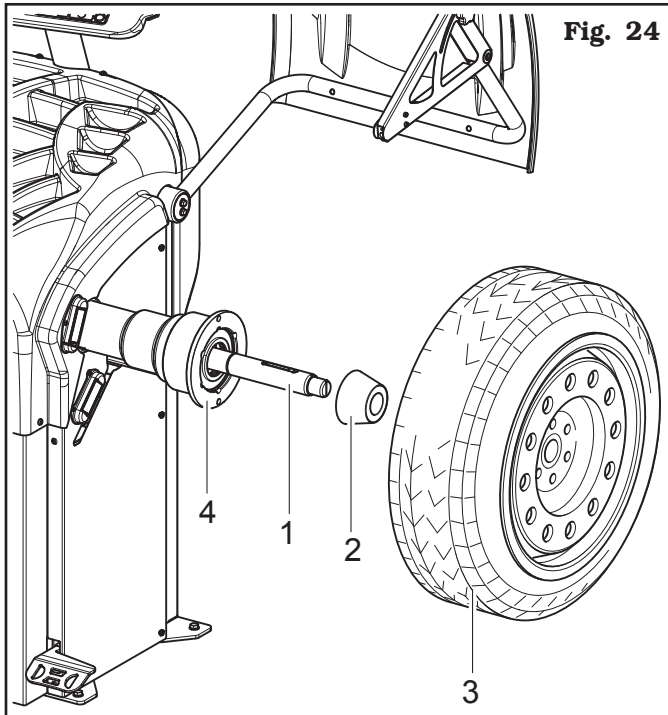

Fig. 24
1. Quitar de la rueda (Fig. 24 ref. 3) toda clase de cuerpos extraños: pesos ya existentes, piedrecillas y barro. Antes de montar y fijar la rueda en el mandril, controlar que este último (Fig. 24 ref. 1) y la zona de centrado de la llanta estén limpios.
2. Seleccionar atentamente el cono (Fig. 24 ref. 2) adecuado para la rueda a equilibrar. Estos accesorios deberán ser seleccionados de acuerdo a la forma de la llanta. Colocar la rueda (Fig. 24 ref. 3), montando atentamente el cono (Fig. 24 ref. 2) en el mandril (Fig. 24 ref. 1) (en caso contrario podría bloquearse), hasta llegar contra la brida de apoyo (Fig. 24 ref. 4).